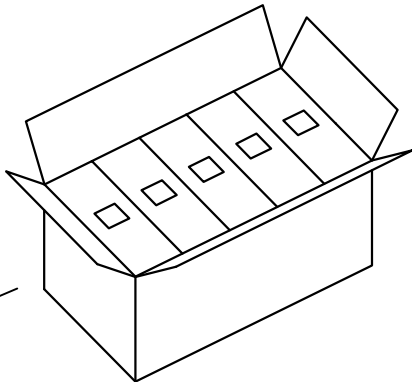

图4 外箱
- 3: 如图4，每外箱装10内盒，数量为10X (3X1000pcs)。